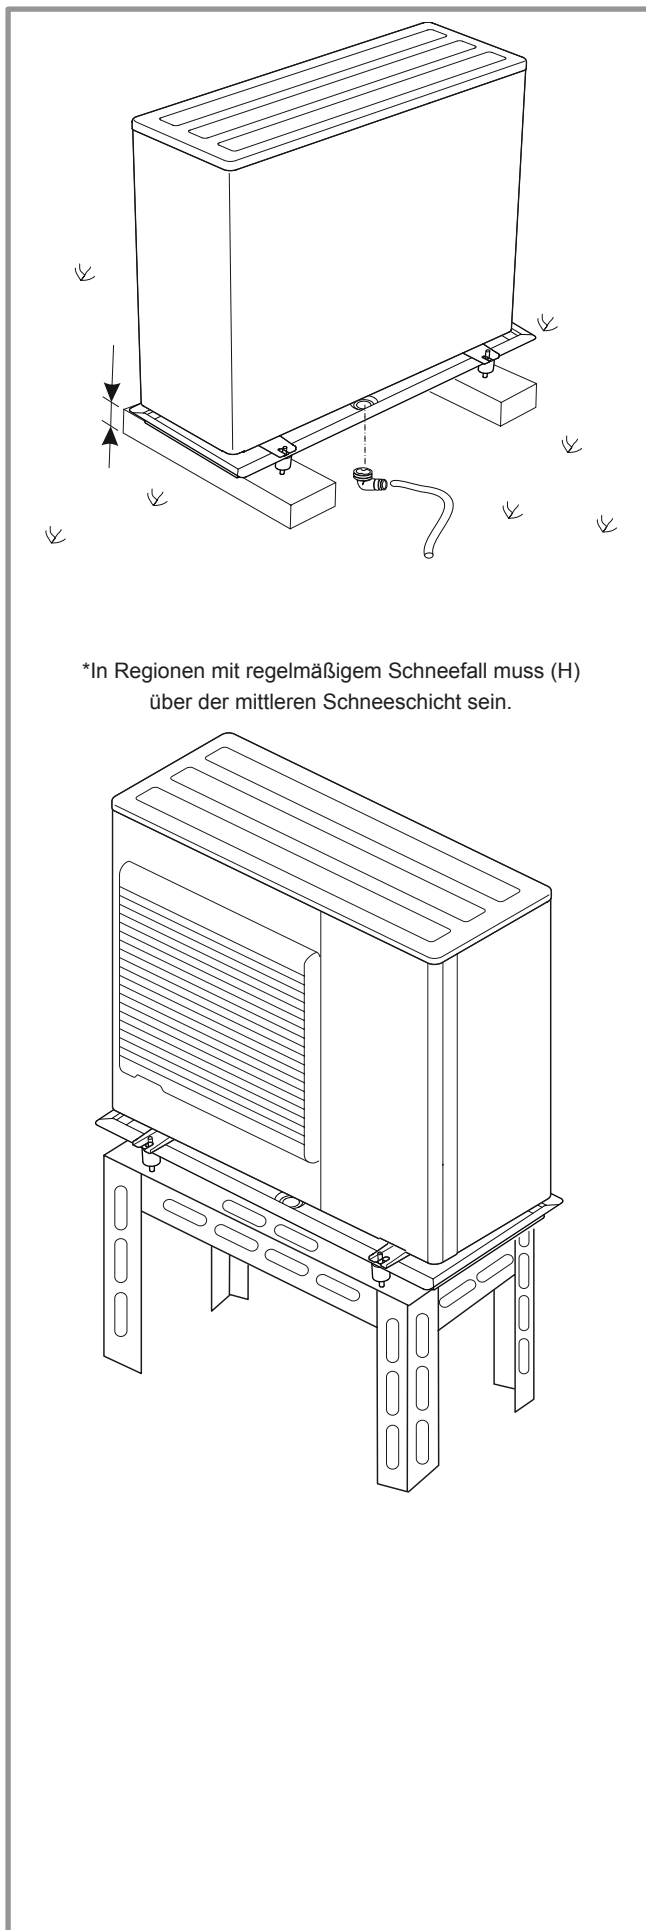

Abbildung 12 - Aufstellen der Außeneinheit, Kondensatableitung
- Während dem Betrieb kann Wasser aus dem Gerät ablaufen. Das Gerät nicht auf einer Terrasse installieren, sondern an einem entwässerten Ort (Kiesel- oder Sandbett). Wenn die Installation in einer Region erfolgt, in der die Temperatur während längerer Zeit unter 0 °C fällt, muss geprüft werden, ob Eisbildung nicht zu einer Gefahr führt. Man kann aber auch eine Ablassleitung an der Außeneinheit installieren (**Abbildung 12**).
Die Außeneinheit muss im Vergleich zum Boden um mindestens 50 mm überhöht sein. In Regionen mit starkem Schneefall, muss diese Höhe vergrößert werden, darf jedoch 1,5 m nicht überschreiten (Abbildung 12).
(siehe Abbildung 12)